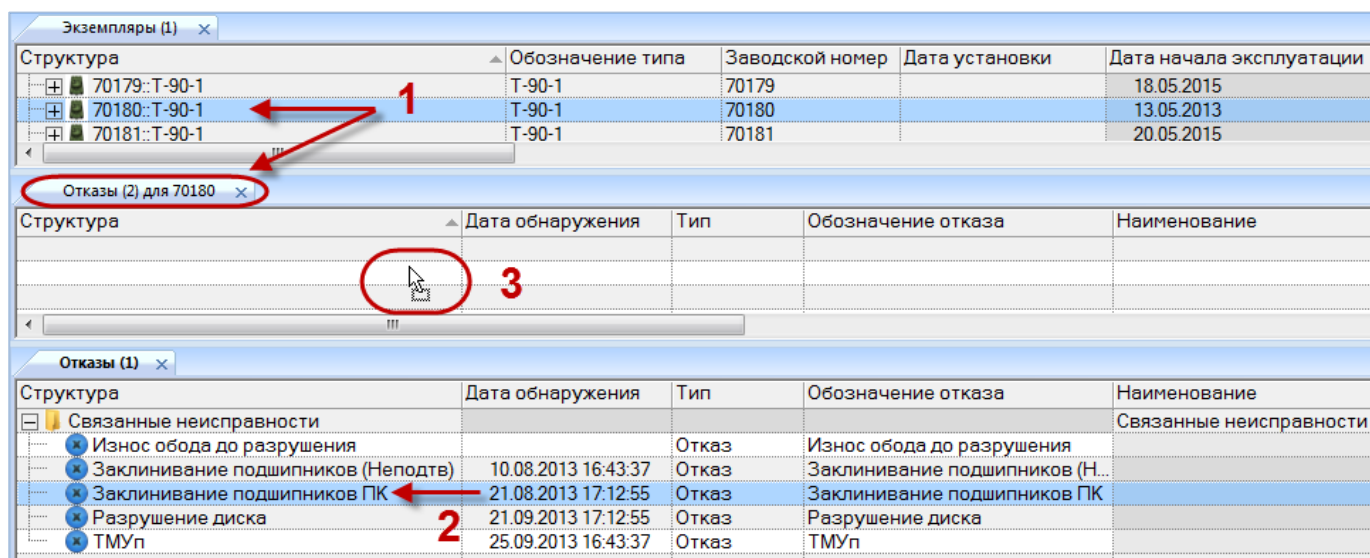

Рис. 26-13 – Переместить неисправность в окно связанных объектов «Неисправности» для экземпляра ФИ
2) Выделить экземпляр ФИ в рабочем окне «Экземпляры» и открыть окно связанных объектов «Неисправности» для выбранного экземпляра ФИ (1 на рис. 26-13).
3) Выбрать неисправность в рабочем окне «Неисправности» (2 на рис. 26-13).
4) Переместить с помощью мыши неисправность в окно связанных объектов «Неисправности» для экземпляра ФИ – появится подсказка вида «+ Создать связь X объект(ов) в ...» (3 на рис. 26-13). Отпустить кнопку мыши.